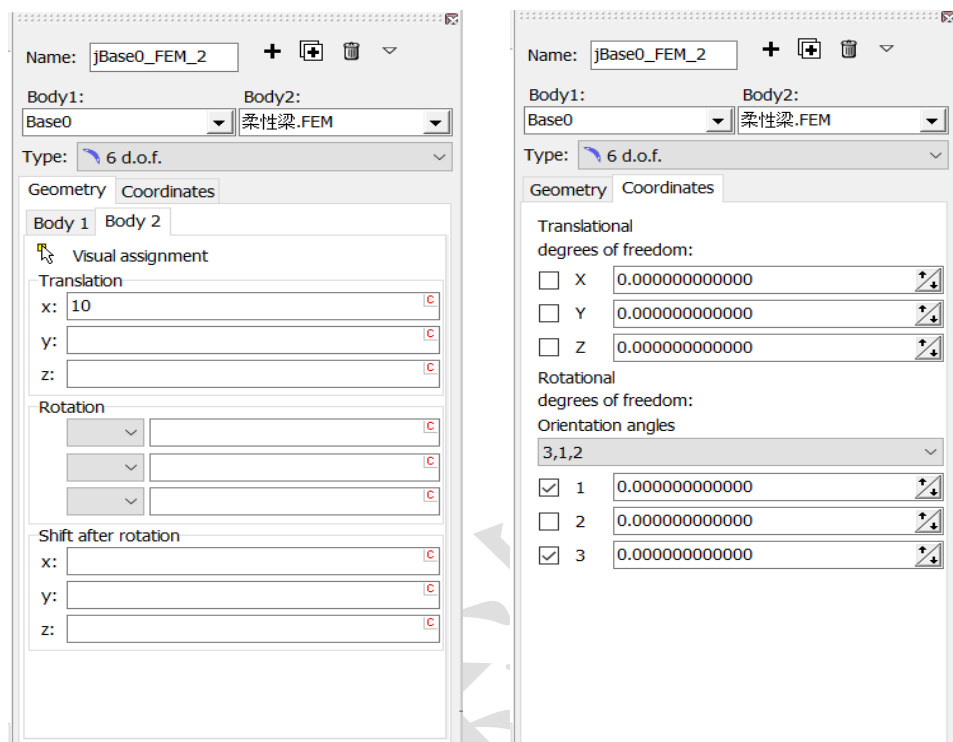

图 2-109
- 8) 复制生成第二个铰，重命名为 **jBase0_FEM_2**，修改 **Body1** 和 **Body2** 的铰点坐标都为 **(10, 0, 0)**，取消 **X** 方向平动的自由度，如图 2-109。